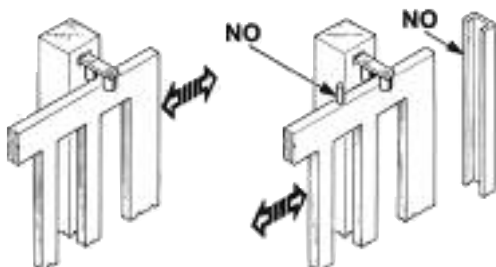

Fig. 3
- Las columnas de la verja tienen que llevar en su parte superior unas guías anti-descarrilamiento (Fig. 3) para evitar desenganches involuntarios.